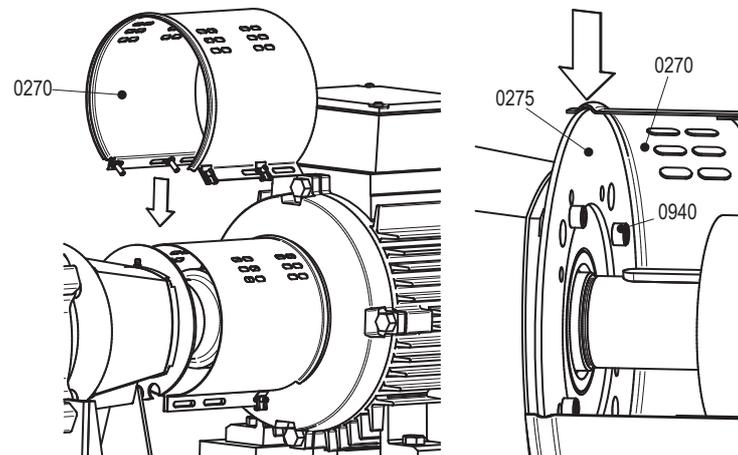

Figura 16: Montare la camicia a lato della pompa.
- 7 Svitare le viti (0940) e rimuovere la piastra di montaggio (0275) dal coperchio cuscinetto (2115). Versioni L5/L6: Svitare le viti (0940) e rimuovere la piastra di montaggio (0275) dal portacuscinetti (2840). Vedere la figura 16.
Versioni L5/L6: montare la piastra di montaggio (0275) sul portacuscini (2840) con viti (0940). Vedere la figura 16.